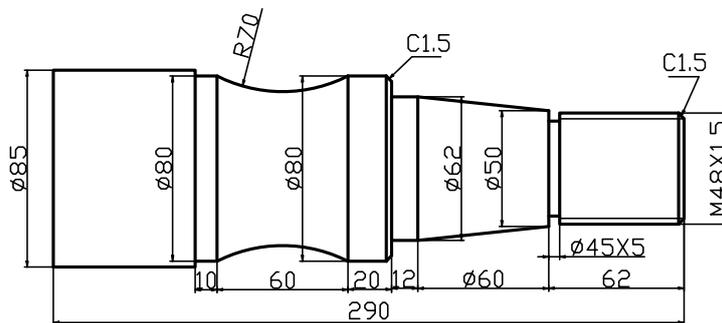

图 1
1. 在数控机床上加工如图 1 所示零件, 材料为 45 号, 半成品的直径余量 0.5mm, 长度已加工至纸图纸尺寸。按要求完成零件精加工程序编制中的工艺分析, 建立工件坐标系并完成基点坐标的计算。(Φ85 圆柱面另行安排加工)。
1. 在数控车床上加工的零件如图1所示，根据分析计算题中工艺分析和计算的结果，编写出该零件的数控加工程序。